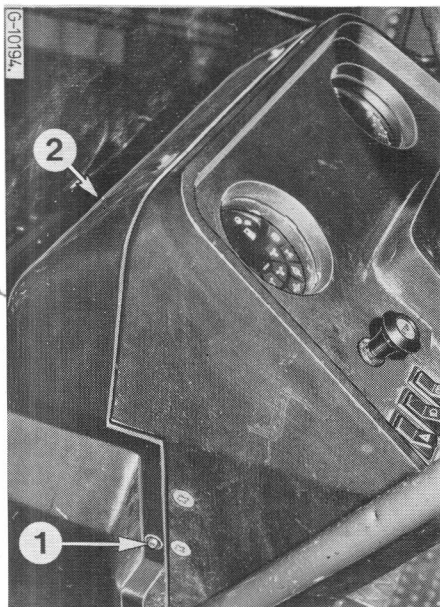

Figure 112
Le Boîtier de fusibles est situé sous le couvercle (2), Fig. 112. Pour le soulever appuyez sur les boutons (1) de chaque côté.